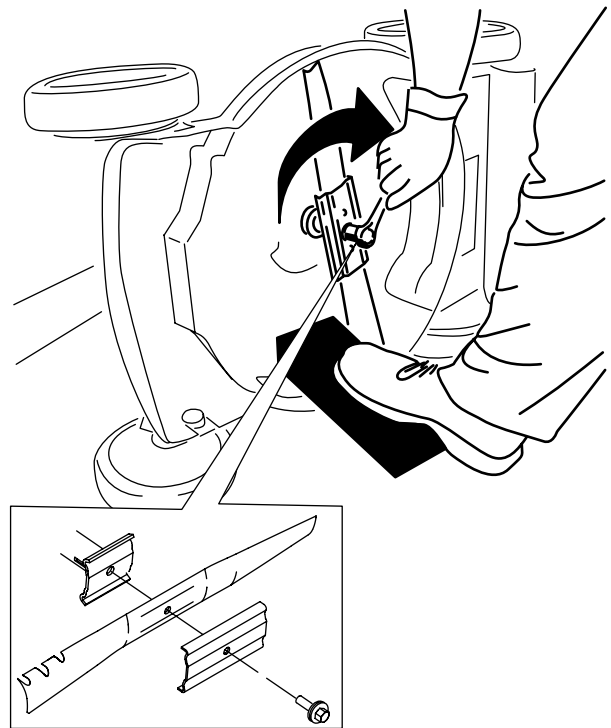

Bild 23
5. Setzen Sie das neue Messer und alle Schrauben auf (Bild 23).